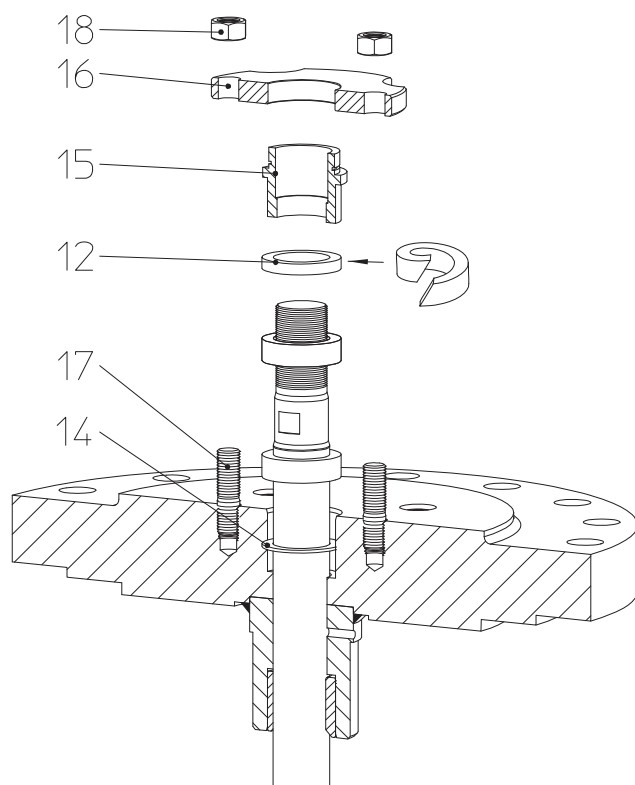
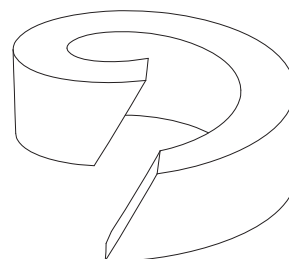

Рис. 9
Рис. 10: разделенное уплотнительное кольцо
- Вложите новое уплотнительное кольцо (поз. 12), при монтаже руководствуйтесь Рис. 9 - Рис. 10.
Если используется разделенное уплотнительное кольцо, при раскрое следите за тем, чтобы разрез был наклонным, как показано на Рис. 10.